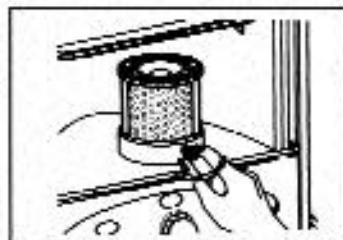

Fig. 4
7. POSITION THE BURNER (Fig. 4)